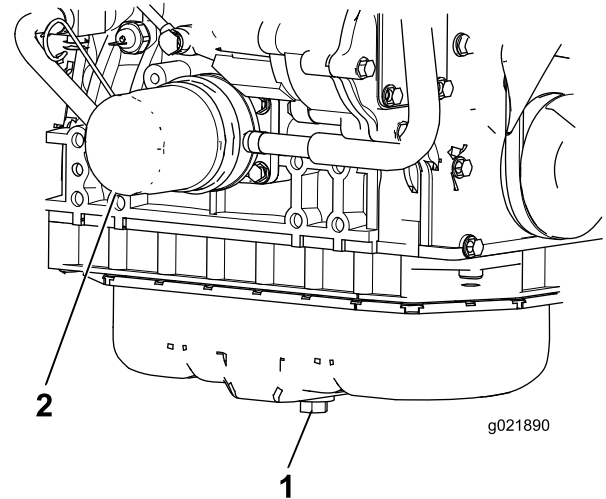

Figura 28
1. Retire el tapón de vaciado (Figura 28) y deje fluir el aceite a un recipiente apropiado. Una vez que se haya vaciado todo el aceite, coloque el tapón de vaciado.
2. Retire el filtro de aceite (Figura 28). Aplique una capa ligera de aceite limpio al filtro nuevo antes de enroscarlo. **No apriete demasiado.**